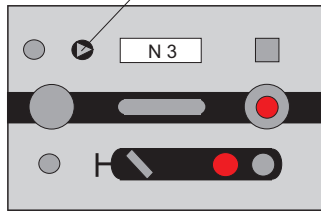

Abb. 2-7: Ausleuchtung des Zs 1/Zs 8-Melders prüfen
- stellen Sie fest, dass der Melder des für den Zug bedienten Zusatzsignals Zs 1, Zs 7, Zs 8 oder – bei Einfahrt vom Gegengleis – des Signals Sh 1 oder des Signals Ts 3 erloschen ist (Abbildung 2-7),